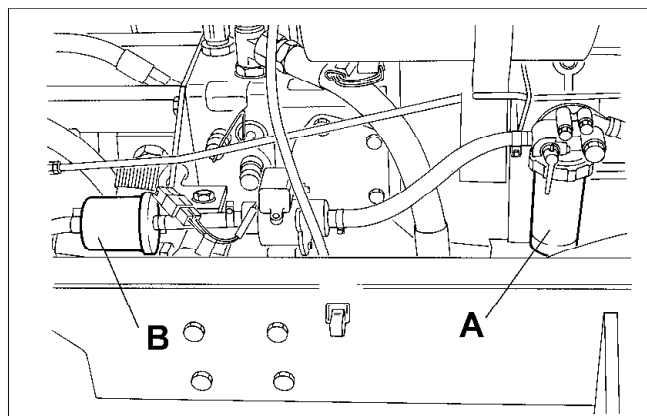

Fig.38
- (a) Desenroscar la anilla de seguridad y sacar el elemento del filtro (A Fig 38) y tirarlo.
- (a) Soltar las bandas de las abrazaderas a ambos lados del filtro en serie (B Fig 38) y quitar los manguitos de combustible.